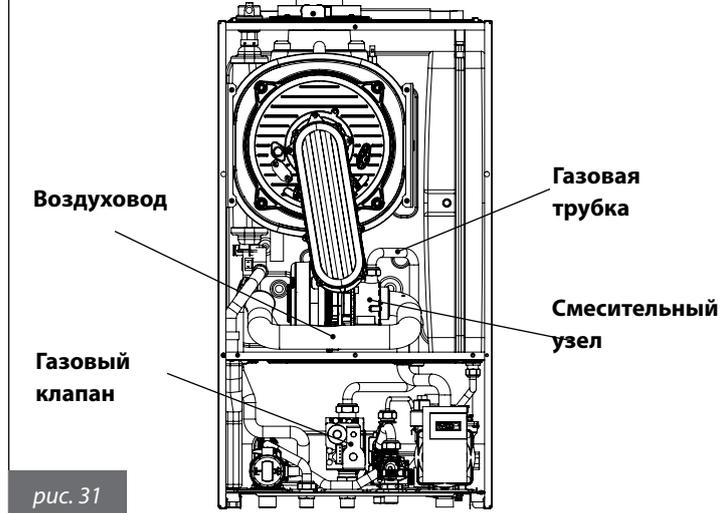

рис. 31
- Снять аспирационную воздушную трубку, вывернув предварительно винт, которым она крепится к смесительному узлу (рис. 31).
- Отсоединить от смесительного узла газовую трубку (рис. 31).